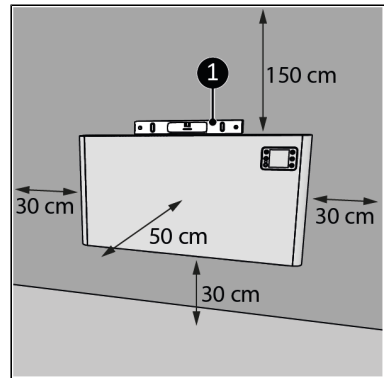

Abbildung 9.
1. Stellen Sie das Gerät auf eine vertikale und feste Oberfläche. Verwenden Sie beim Aufstellen des Geräts eine Wasserwaage (Abbildung 9, pos. 1).
2. Platzieren Sie das Gerät mit einem Mindestabstand (Abbildung 9) von: